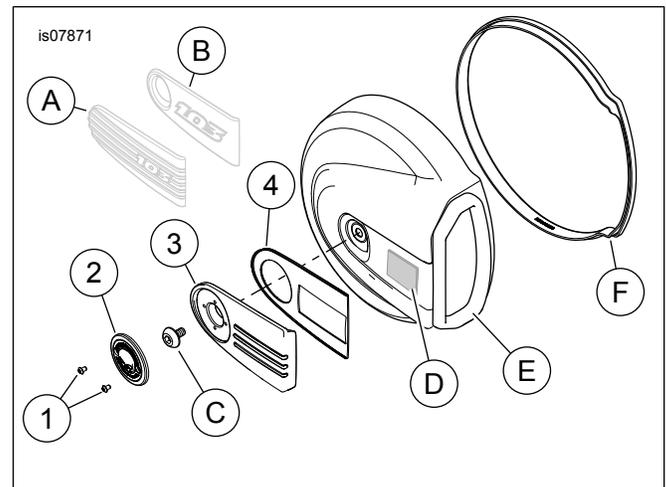

Figure 1. Pièces de rechange : Kit de garniture de filtre à air
Voir Figure 1 et Tableau 1.
- Voir Figure 1. Retirer la pièce insérée (A ou B) d'équipement d'origine du couvercle de filtre à air.
- Déposer la vis (C). Il n'est pas nécessaire de déposer le couvercle de filtre à air (E) ni le joint (F).
- Voir Figure 1. Nettoyer soigneusement la surface (D) avec un mélange 50/50 d'alcool à friction et d'eau. Laisser sécher complètement.
- Aligner visuellement la plaque de garniture (3) sur le couvercle et appuyer fermement sur la surface de fixation (D) pour bien fixer. L'immobiliser pendant 30 secondes.
- Enduire de FREIN FILET ET PRODUIT D'ÉTANCHÉITÉ D'INTENSITÉ MOYENNE LOCTITE 243 (bleu) (LOCTITE 243 MEDIUM STRENGTH THREADLOCKER AND SEALANT) les filets de vis (C).